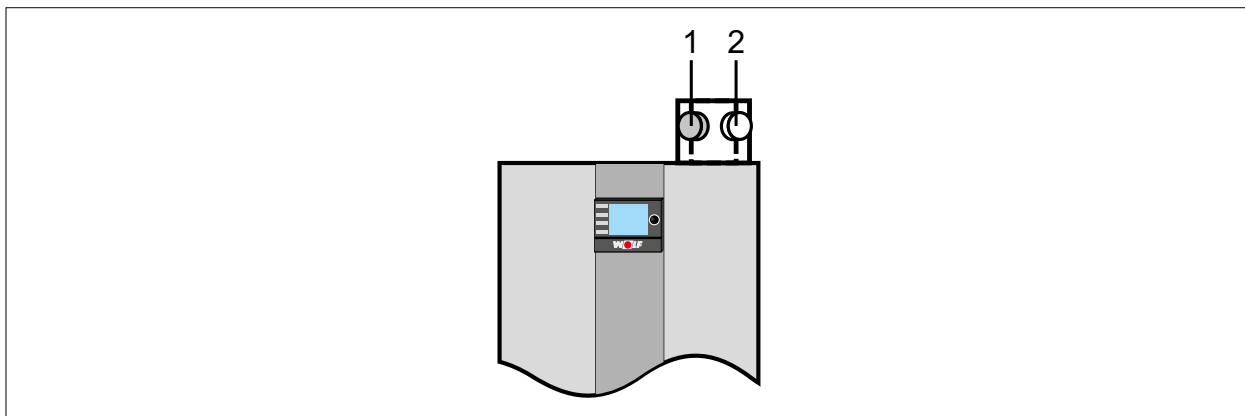

Рис. 6.5 Соединительный фланец установки с измерительным отверстием ОГ
- ▶ Удалить колпачок из правого измерительного отверстия (Рис. 6.5).
- ▶ При необходимости изменить значение CO2 согласно Табл. 6.4 с помощью винта расхода газа (2).